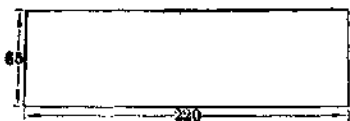

图 2
1. 底板: 锯 65×220 [毫米]² 木板一块, 板面及四周用砂皮砂光(图 2)。